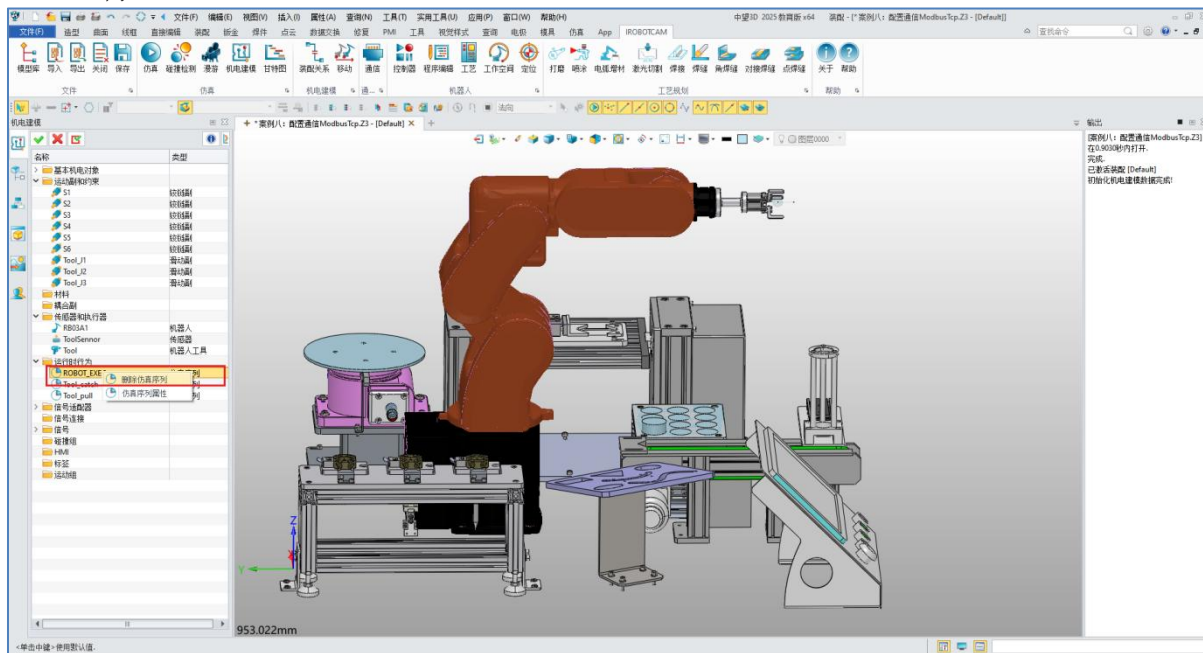

图 12-4: 删除仿真序列
- 右键单击 "Robot\_EXEC" 并删除此仿真序列。(图 12-4)